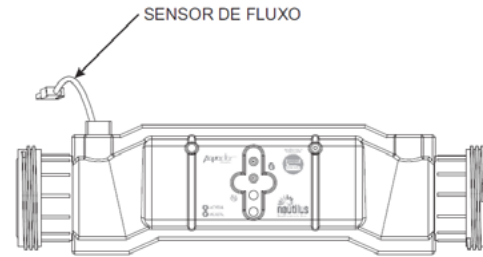

Figura 3
2. Célula Eletrolítica: Produzida em plástico ABS (figura 3), com anodos de titânio, um dos materiais mais resistentes à corrosão causada por quase todos tipos de produtos (inclusive o Cloro), que tem como finalidade “quebrar” as moléculas de sal (Cloreto de Sódio NaCl) e água (H₂O) e reagrupá-las, transformando-as em Hipoclorito de Sódio (NaClO), um agente com alto poder bactericida. Essa “quebra de moléculas” ocorre através de um processo chamado eletrólise, que é gerenciado pela caixa de comandos.
3. Sensor de Fluxo: É um dispositivo de segurança que quando detecta o fluxo de água na tubulação da piscina, envia um sinal elétrico para a caixa de comando que inicia a produção de cloro. Caso ocorra algum problema, como por exemplo, a queima da motobomba ou qualquer outra anomalia que impeça ou restrinja o fluxo de água, a caixa de comando não permitirá a produção de cloro. A **figura 3** mostra o fluxostato montado na cuba da célula.